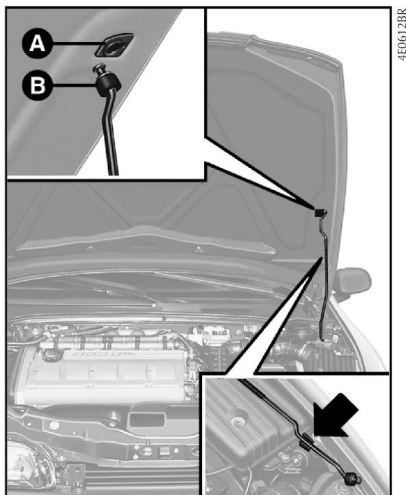

fig. 103
3) Levantar o capô pela parte central e, ao mesmo tempo, liberar a haste de sustentação **B-fig. 103** do dispositivo de travamento.
1) Manter o capô levantado, retirar a haste **B-fig. 103** da sede **A** e recolocá-la em sua sede no dispositivo de travamento.